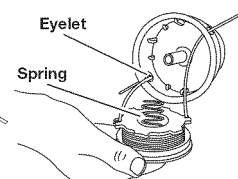

Рис. 21
13. Установите и проденьте концы лески через проушины, расположенные в корпусе головки, и поместите внутреннюю катушку с пружиной внутри в корпус головки. (Рис.21). Прижмите друг к другу внутреннюю катушку и корпус головки.
5. Установите и проденьте концы лески через проушины, расположенные в корпусе головки, и поместите внутреннюю катушку с пружиной внутри в корпус головки. (Рис.21). Прижмите друг к другу внутреннюю катушку и корпус головки. Удерживая триммерную головку, потяните за концы лески.